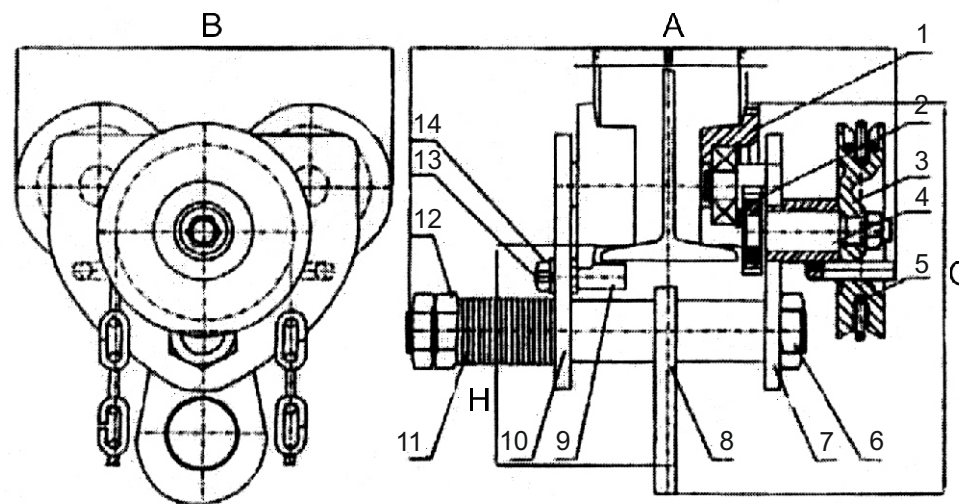

Рис. 1. Тележка для тали с приводом тип GCL610
1. Тележка с приводом (см. рис. 1) состоит из левой пластины (10), правой пластины (7), подвесного штифта (6), подвесной пластины (8), ручного колеса (3), вала (4) и т.п.
2. Колеса (1) смонтированы на правой и левой пластинах. Подвесной штифт проходит через левую и правую пластины, к которым подвешено подъемное устройство, и зафиксирован гайками (12).
4. Тележка с приводом перемещается по двутавровой балке путем вытяжения ручной цепи (5) и передачи движения на вал (4), шестерню (2) и ведущее колесо (1).
6. Для возможности монтажа тележки на балках различной ширины, расстояние между фланцами колес регулируется путем установки регулировочных шайб (11) с внешней и внутренней стороны пластин.
1. При монтаже тележки количество регулировочных шайб с внутренней и внешней стороны пластины должно быть одинаковым. С целью правильной установки внешнего зазора  $F$  между колесным фланцем и двутавровой балкой количество регулировочных шайб с внутренней стороны пластины в случае необходимости может быть увеличено или уменьшено на единицу (см. рис. 1).
2. После монтажа тележки на двутавровой балке, подтяните гайки (12) на подвесном штифте (6) и проверьте работоспособность тележки при малой нагрузке. При хорошем контакте колес с двутавровой балкой затяните стопорные гайки. При затяжке гаек соблюдайте осторожность.
3. После монтажа тележки с приводом на двутавровой балке (см. рис. 1) необходимо выставить зазор  $F$  между вращающейся втулкой (9) и основанием двутавровой балки, для чего ослабьте гайку (14) и передвигайте ось (13) до установления требуемого согласно спецификации значения, после чего затяните гайку (14)